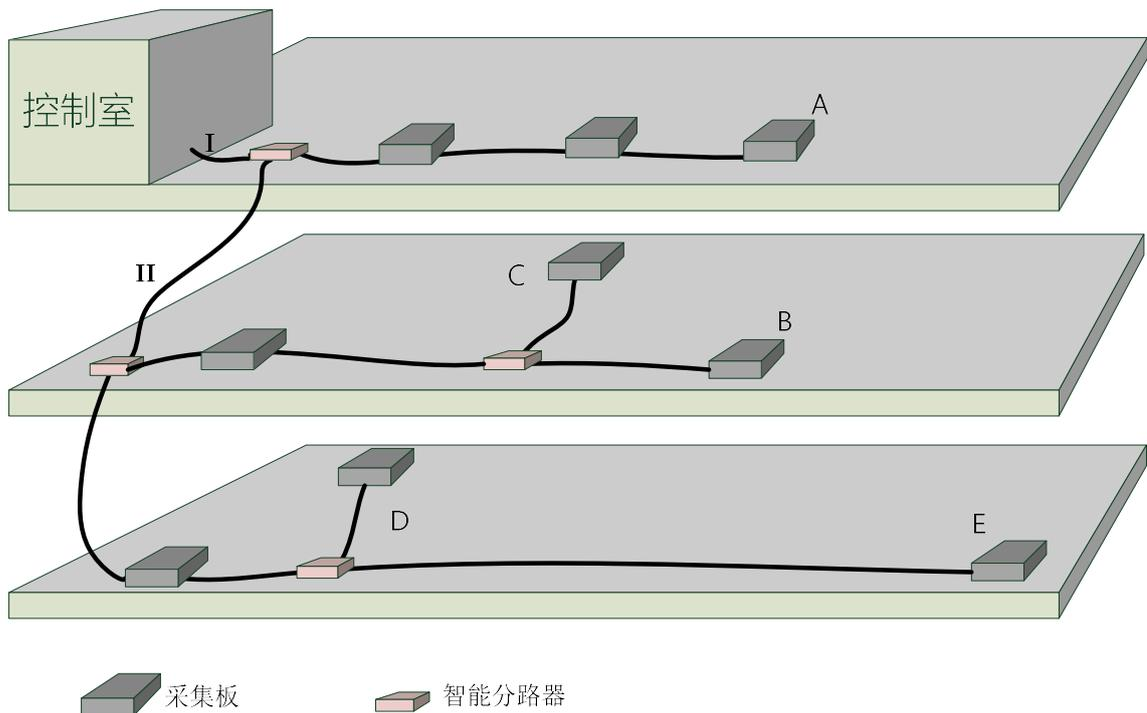

图 4. 使用 HUB-02V 的布线方式
使用智能分路器，HUB-02V，后，IMP-SNET 的典型拓扑如图 4 所示。
从图 4 中可以看到：
- 由于各楼层线缆不在完全串起来，不同楼层的负载电流只在图 4 的 I 和 II 处的线缆上有不同程度的叠加，由于这部分电缆相对短很多，这就使得每个楼层总线末端处的电压和信号质量都更有保证；
- 从图 4 可以看到，采集板 A、B 右侧的水平走向的线缆没有了，采集板 C、D 处往复布线部分的线缆变成了单向，这两种典型的情况都使得线缆的总使用量减少，布线工作量降低。
- 图 4 中，采集板 C、D 处的连接方式，还可以灵活使用在首次布置完成后需要增加采集板的场合。